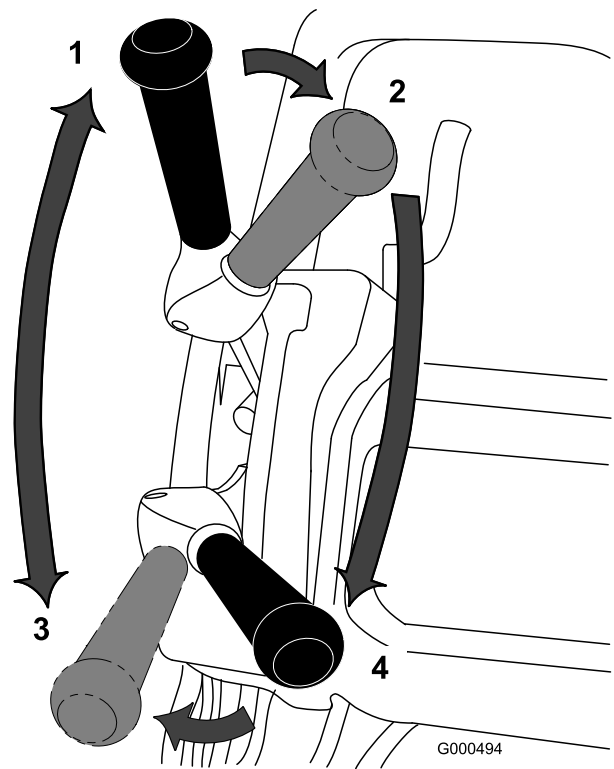

Bild 27
1. Lassen Sie den Motor an, stellen den Gasbedienungshebel auf verringerte Geschwindigkeit, drücken Sie den Griff nach unten, um die Schneideinheit anzuheben, aktivieren Sie die elektronische Sicherheit, schieben Sie den Fahrtriebshebel in die Stellung „Eingekuppelt“ und transportieren Sie den Rasenmäher an eine Ecke der Rasenfläche (Bild 27).
2. Schieben Sie den Fahrtriebshebel auf die Stellung „Deaktiviert“ und kuppeln Sie den Spindelantriebshebel ein (Bild 27).
3. Schieben Sie den Fahrtriebshebel in die Stellung „Aktiviert“ (Engaged), geben Sie so viel Gas, bis der Rasenmäher die gewünschte Geschwindigkeit erreicht hat. Fahren Sie den Rasenmäher auf die Grünfläche, lassen Sie den Rasenmäher vorne ab und beginnen Sie mit dem Mähen (Bild 27).